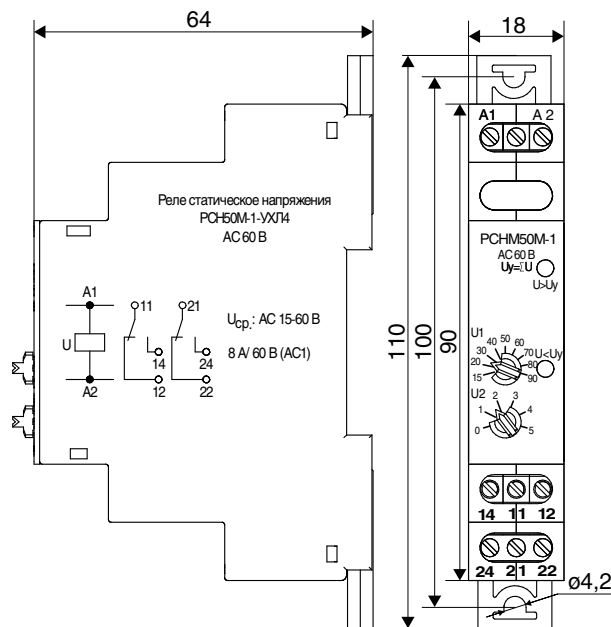

Рисунок 2. Реле с креплением винтами на панель
- винтами, на панель (рисунок 2).